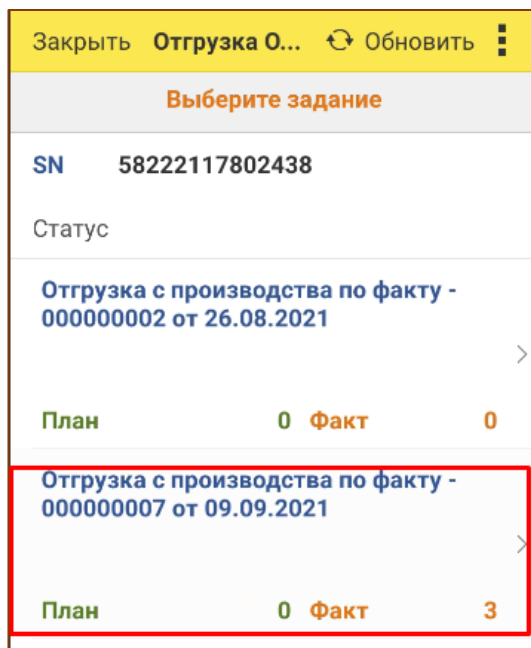

Рис. 11.18 - Документ Отгрузки
4. Документ отобразится в списке (Рис. 11.18);